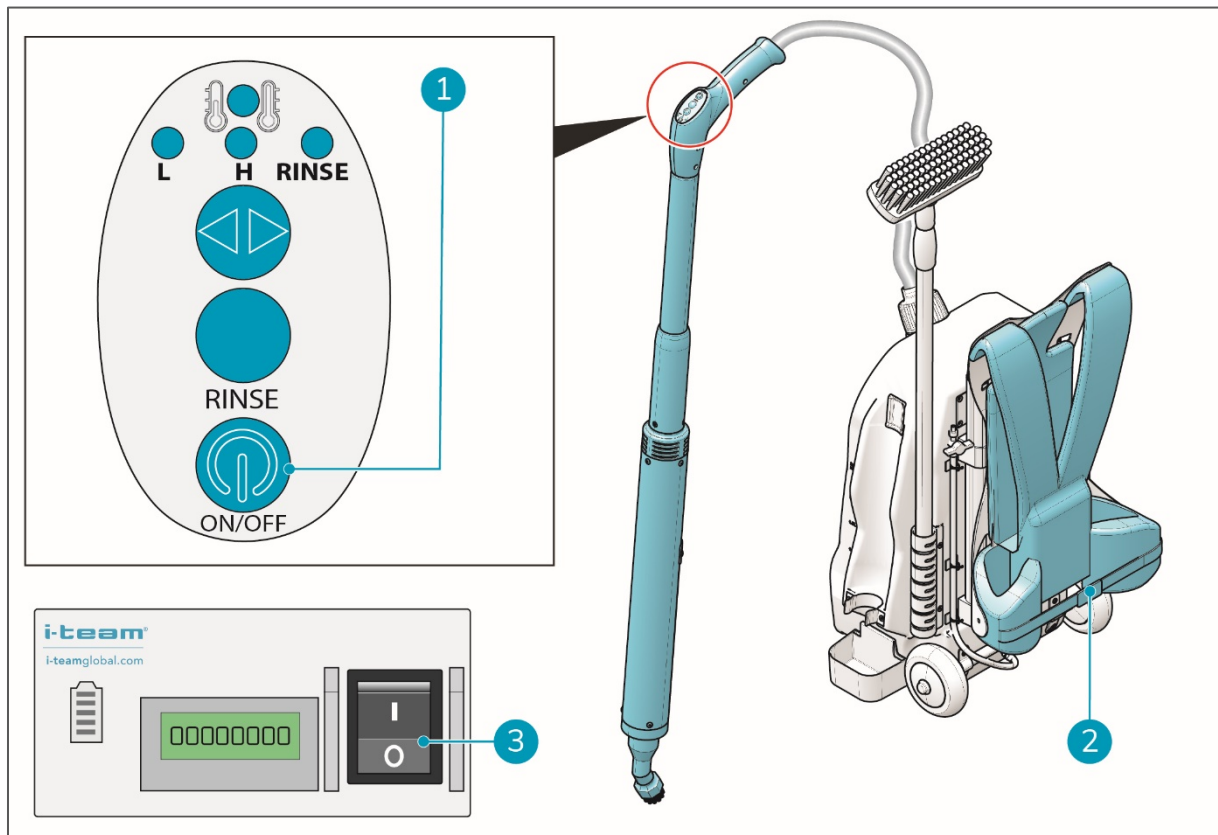

Abbildung 19
1. Schalten Sie den Dampf mit der ON/OFF-Taste aus (Abb. 19, Pos. 1).
2. Nehmen Sie das Gurtzeug ab und schließen Sie den Hüftgurt (Abb. 19, Pos. 2).
3. Schalten Sie den i-gum® mit dem Hauptschalter aus (Abb. 19, Pos. 3).